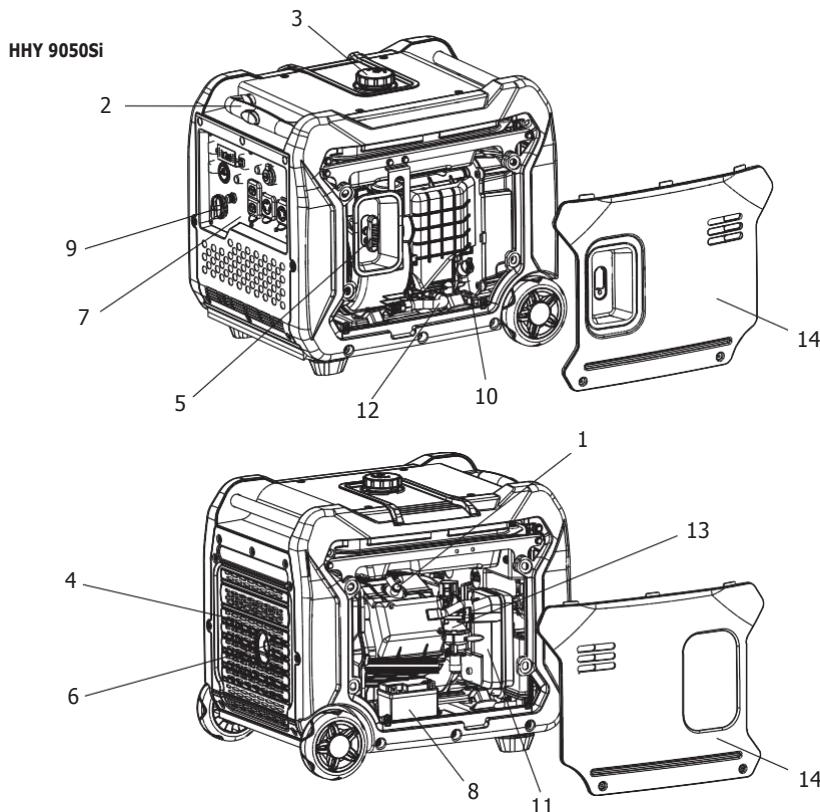

Рис. 1.1
- Снимите крышку корпуса (11) (рис. 1), для моделей HHY 1050Si, HHY 2050Si, HHY 3050Si, для HHY 9050Si (рис. 1.1), поз. 14.